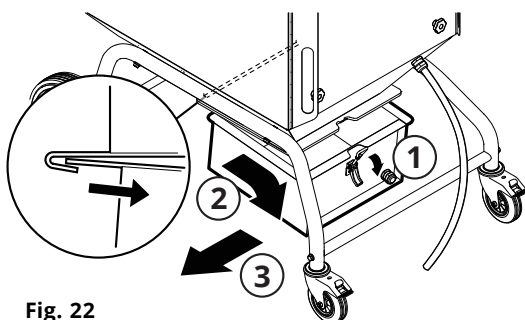

Fig. 22
3. Den Exzenterverschluss lösen, den Palettenstapler nach oben zum Behälter führen und den Staubsammelbehälter mit dem Palettenstapler herausziehen. Siehe **Fig. 22** als Referenz.
7. Den Staubsammelbehälter unter den Fallbehälter schieben, siehe **Fig. 22** als Referenz.